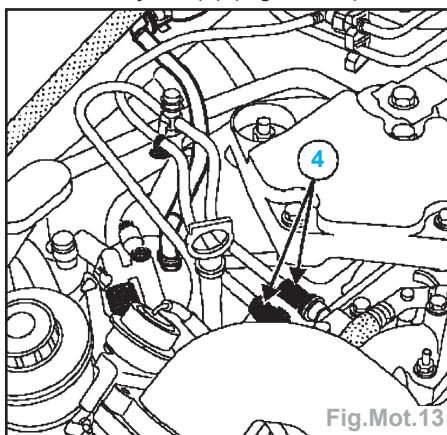

Fig.Mot.13
- Déposer le filtre à gazole puis débrancher les tuyaux (4) (Fig.Mot.13).